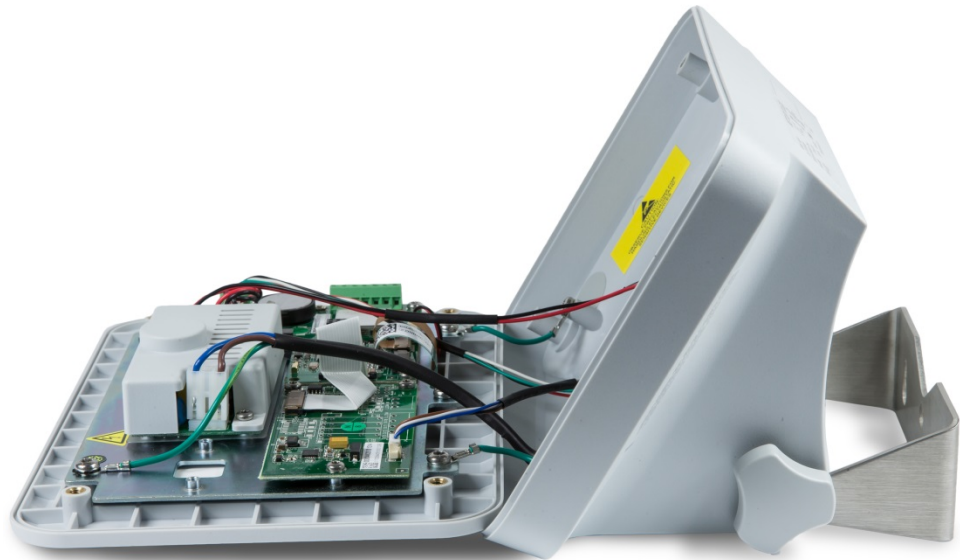

Figura 2-3: Retiro de la cubierta
3. Separe la parte anterior de la caja de la parte posterior como se muestra en la Figura 2-3.